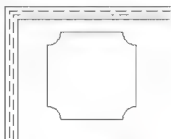
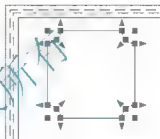
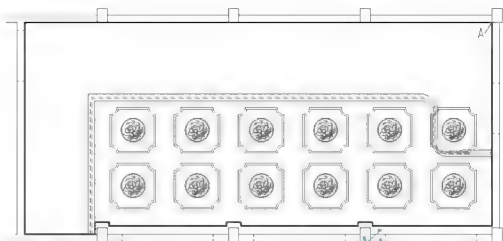

图 4.117 修整四角
图 4.118 观察图形
图 4.121 阵列图形
(5) 启动【修剪】命令，将图形修剪至如图 4.117 所示。
- 如果用三点、两点或相切、相切、半径的方法画圆，可在第②步输入 3P、2P 或 T。如果用圆心直径的方法画圆，可在第③步输入 D。
(6) 在无命令时单击图 4.117 内的图形，如图 4.118 所示，可以看出该图形由 4 个圆弧和 4 条直线共 8 个独立的对象组成。
(7) 选择菜单栏中的【修改】|【对象】|【多段线】命令，启动多段线编辑命令。
- ① 在选择多段线或 [多条(M)] 提示下，选择如图 4.118 中的任意一个 1/4 圆弧。
- ② 在选定的对象不是多段线，是否将其转换为多段线？<Y>：提示下，按 Enter 键执行尖括号内的默认值“Y(即 Yes)”。
③ 在输入选项 [闭合(C)/合并(J)/宽度(W)/编辑顶点(E)/拟合(F)/样条曲线(S)/非曲线化(D)/线型生成(L)/放弃(U)]：提示下，输入/J”后按 Enter 键。
- ④ 在选择对象：提示下，选择 4 条直线和另外 3 个 1/4 圆弧。
⑤ 按 Enter 键结束命令。
(10) 启动【阵列】命令，打开【阵列】对话框，设置为 2 行、6 列、行偏移-1650、列偏移 1900，选择图 4.118 所示的图形，结果如图 4.121 所示。
- (11) 将图 4.121 中右上角多余的顶棚造型删除。
- (1) 当前层仍为【顶棚装饰】图层，打开【正交】、【对象捕捉】和【对象追踪】功能。
- (2) 单击【绘图】工具栏上的【圆】图标  或在命令行输入“C”并按 Enter 键，启动【圆】命令。
① 在 circle 指定圆的圆心或 [三点(3P)/两点(2P)/切点、切点、半径(T)]: 提示下，捕捉如图 4.121 所示的 A 处，单击，将光标水平向右慢慢拖动，拖出虚线后，输入圆心到 A 点的距离“925”并按 Enter 键。